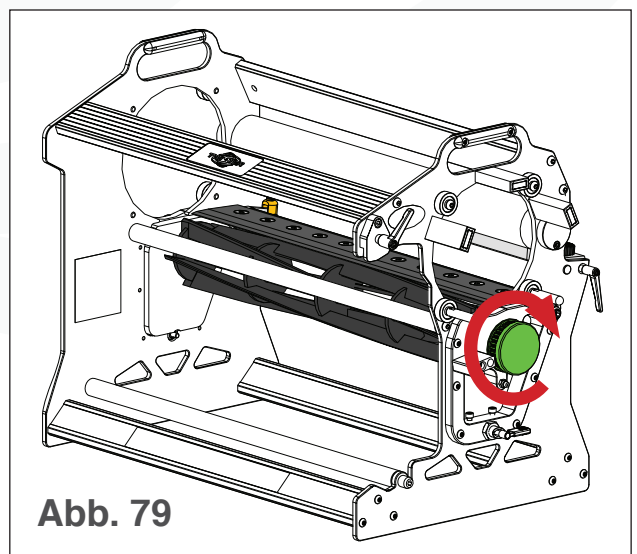

Abb. 79
8. Sobald die Klinge und das Bettmesser parallel mit einem papierdicken Spalt stehen, drehen Sie die Klingenrolle, um die Klinge zu drehen (siehe Abb. 79). Zwischen der Klinge und dem Bettmesser sollte es keinen Widerstand geben.